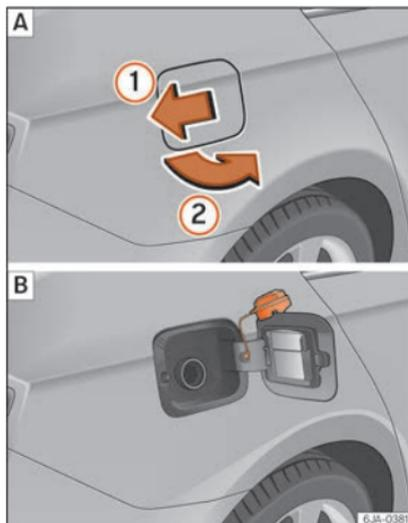

Fig. 49 Lato posteriore destro del veicolo: sportellino del serbatoio/sportellino del serbatoio con il tappo svitato.
- Premere sullo sportellino del serbatoio nel senso della freccia ① »» fig. 49 A e aprirlo seguendo il senso della freccia ②.
- Agganciarlo al bordo superiore dello sportellino del serbatoio »» fig. 49 B.